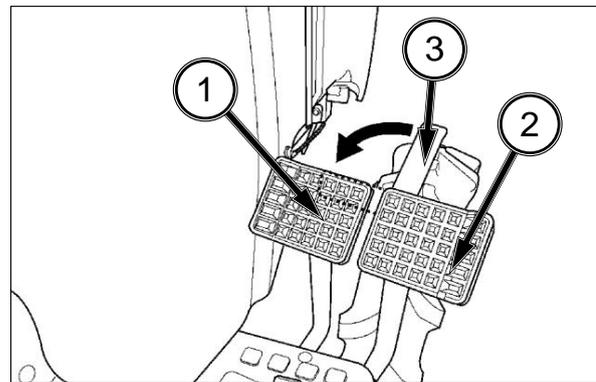

FIG. 45
FIG. 45: El pedal de freno interno (1) y el pedal de freno externo (2) controlan respectiva e independientemente los frenos de las ruedas de la izquierda y la derecha con el fin de facilitar el trazado de las curvas. Cuando circule por carretera o cuando utilice el tractor a velocidad elevada, los pedales de freno deben estar unidos de manera solidaria mediante la placa de enclavamiento (3).